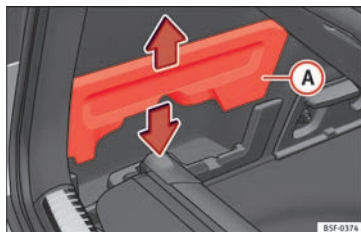

Fig. 163 I bagagerummet: holder til opbevaring af bagagerumsafdækning
- Fjern afdækningerne » **Fig. 163 A** i venstre og højre side.